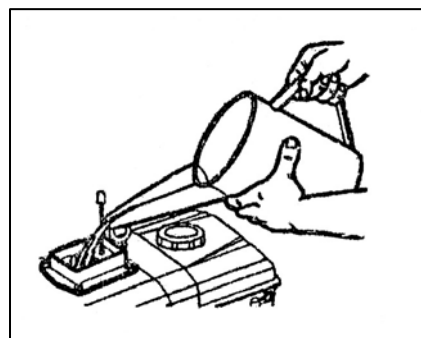

рис.2
5. При помощи воронки наполните бачок охлаждающей водой до уровня всплывающей поплавка (рис. 2). При этом необходимо закрыть сливной вентиль. В качестве охлаждающей воды рекомендуется использовать чистую мягкую воду, например, дождевую. При использовании ключевой, дождевой или другой тяжелой воды, содержащей повышенное количество минеральных примесей, воду необходимо умягчить перед использованием. Кипячение с последующим отстаиванием является наиболее простым и удобным способом умягчения тяжелой воды. Также рекомендуется добавлять 20 грамм негашеной извести ( $\text{CaO}$ ) на 100 кг воды. Первый шаг — опустите негашеную известь в воду, удалите осадок посредством фильтрования, после этого вылейте раствор в воду, добавив 10 грамм соды ( $\text{NaCO}_3$ ), чтобы поспособствовать растворению. После этих процедур тяжелая вода может использоваться в качестве охлаждающей воды.